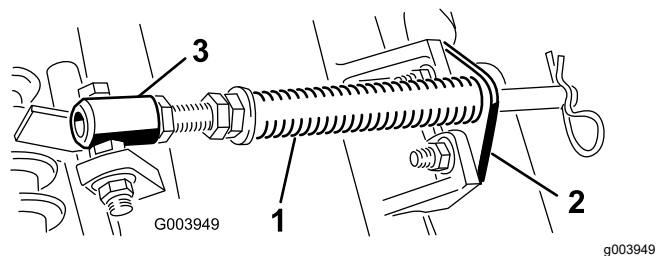

図 4
1. カッティングユニットのタブにロッドブラケットを固定しているキャリッジボルト2本を外す **図 4**。
2. スプリングチューブボルトをキャリアフレームのタブに固定しているフランジナットを外して **図 4** アセンブリを取り外す。
**注** ボルトは、**図 4** に示すように、頭部が外側にくるように取り付ける。